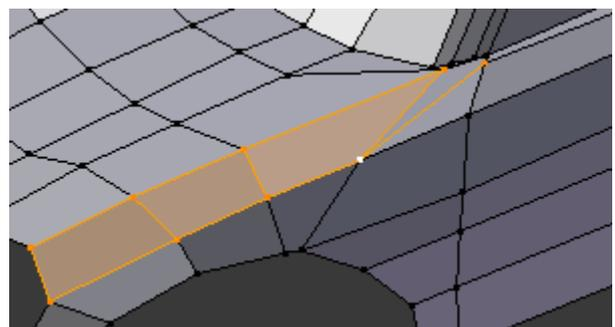

Figura 4.84
13. Seleccione agora apenas os 4 primeiros vértices e elimine o contorno seleccionado, **[X]** > **Edge Loop**, figura 4.84.